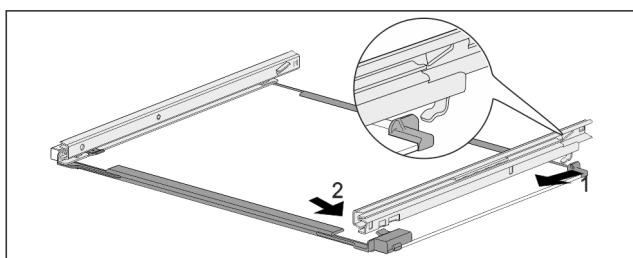

Fig. 151 Скляна пластина з рейками
- ▶ Зачепіти рейку ззаду. Fig. 151 (1)
- ▶ Зафіксуйте рейку спереду. Fig. 151 (2)